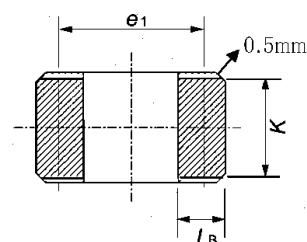

図 4 2 端子作図例
- 5) B 辺に接する 2 端子の下面図については、端子が A 辺に接しないように、尺度に関わらず作図された図面に対して実寸で最低 0.5mm 離して作図する。この時、 K の指示線は寸法表の数字に関わらず端子幅を示すように引き出す。(図 4)